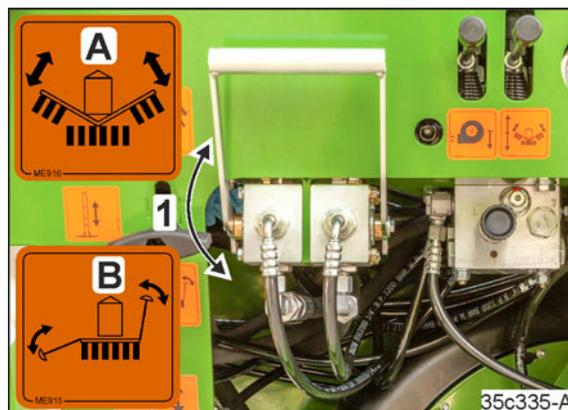

Fig. 222
1. En association avec les traceurs, mettre le levier de vanne (Fig. 222/1) en position «A».
1. Régler le levier de vanne (Fig. 222/1) en position « B ».